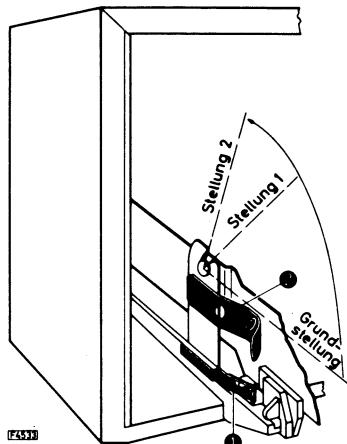

Fig. 1
Rastfeder ① Fig. 1 an der linken und rechten Chassisseite ausrasten und Chassis nach hinten bis zum Anschlag herausziehen.